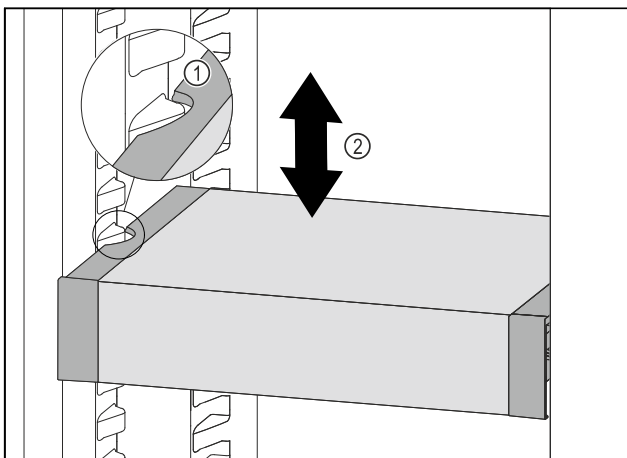

Fig. 91
- ▶ VarioSafe naar voren trekken tot de uitsparingen aan de zijkant van de VarioSafe zich ter hoogte van de rib in het koelgedeelte bevinden. *Fig. 91 (1)*
- ▶ VarioSafe in het koelgedeelte omhoog of omlaag bewegen tot de gewenste hoogte is bereikt. *Fig. 91 (2)*